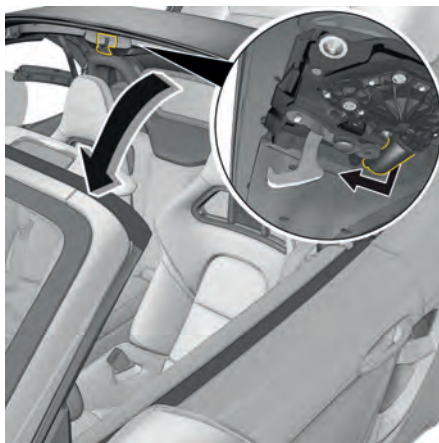

Fig. 41 : Ouverture de la capote jusqu'à l'encadrement de pare-brise
5. Saisissez la capote à la main au niveau du moteur de verrouillage de la capote (fig. 41) et tirez vers l'encadrement de pare-brise.